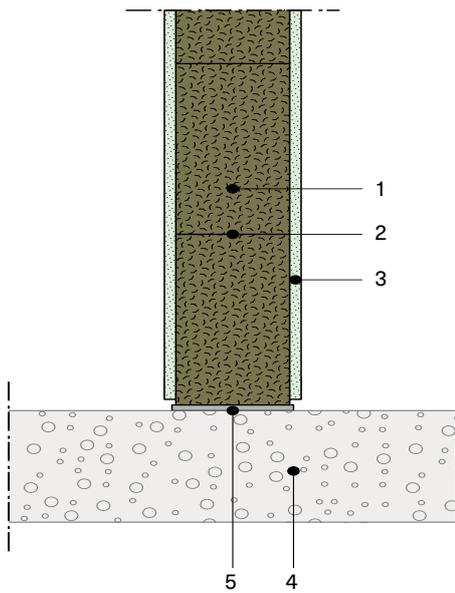
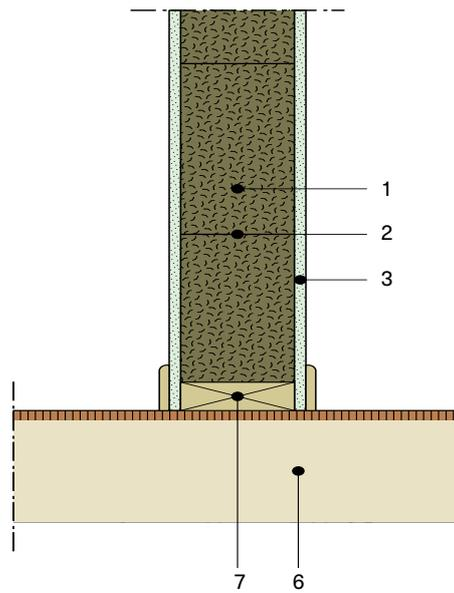

Fig. 4 Plancher en béton (vue 2D).
Fig. 5 Plancher en bois (vue 2D).
2. en présence d'un plancher en bois (voir figure 5, p. xx), installer une lisse basse pour répartir les charges et un treillis afin d'éviter des fissurations de l'enduit. Une étude de descente de charge est nécessaire pour s'assurer que la déformation est inférieure à $L/500$ (voir l'article Buildwise 2013/01.07). Sur un sol en maçonnerie irrégulier (voir figure 4), réaliser une semelle parfaitement de niveau avec du mortier et la laisser sécher